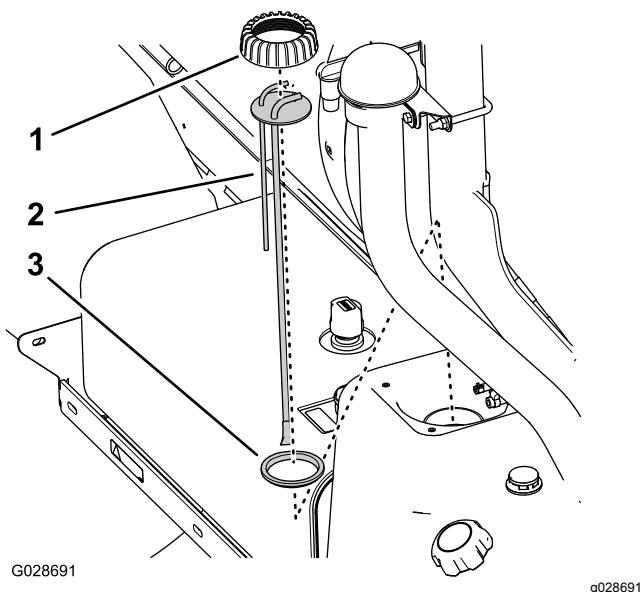

Figura 77
5. Rode a tampa da coluna de alimentação de combustível no sentido contrário ao dos ponteiros do relógio e, em seguida, retire a tampa (Figura 77).
6. Levante o conjunto da coluna de alimentação do depósito de combustível (Figura 77).
1. Monte a tampa da coluna de alimentação por cima da coluna de alimentação e a coluna de alimentação no vedante (Figura 77).
2. Alinhe a tampa, coluna de alimentação e vedante no depósito e insira, cuidadosamente, o novo conjunto da coluna de alimentação no depósito de combustível (Figura 77).
3. Enrosque a tampa no tubo do depósito de combustível e aperte bem a tampa à mão (Figura 77).